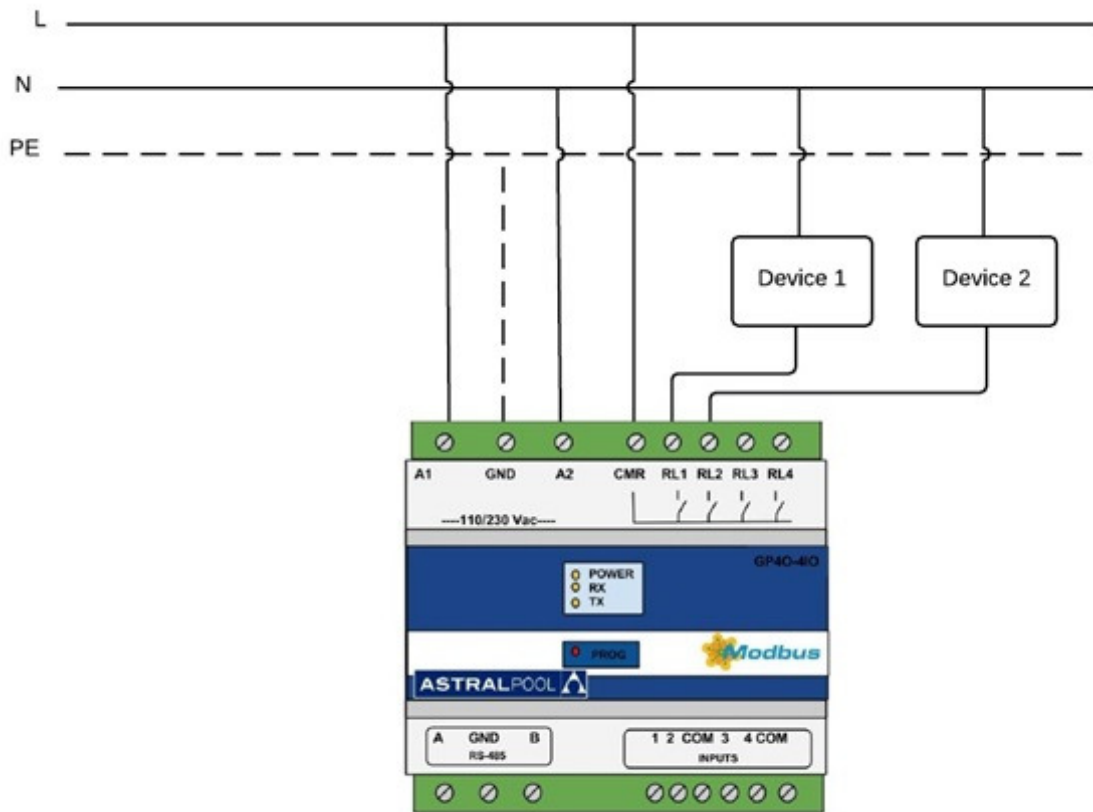

Imagen 2 Conexiones eléctricas
1. Todas las salidas deben estar alimentadas al mismo voltaje (terminal CMR en Imagen 2). En caso de no hacerlo la diferencia de potencial que se crearía de intentar controlar distintas líneas puede dar lugar a sobrealimentación y provocar fallos irreversibles a pesar de la protección interna del aparato, la salida de voltaje nominal es de 250V.
Nota: Tómese estos tres consejos e intégreles en su metodología de trabajo lo más pronto posible con el fin de instalar correctamente el GPIO, la Imagen 2 muestra un ejemplo de cómo controlar la maniobra de dos dispositivos.